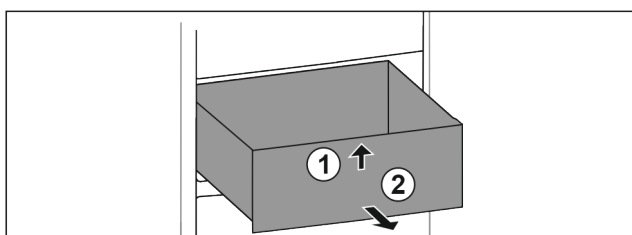

Fig. 90
- ▶ Emelje meg a fiók elejét. Fig. 90 (1)
- ▶ Vegye ki a fiókot előre felé. Fig. 90 (2)